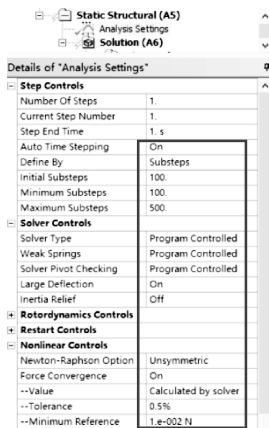

图 2-56 非线性设置
(1) 单击【Static Structural (A5)】。
(2) 非线性设置: 单击【Analysis Settings】→【Details of “Analysis Settings”】→【Step Controls】→【Auto Time Stepping】= On, 【Define By】= Substeps, 【Initial Substeps】= 100, 【Minimum Substeps】= 100, 【Maximum Substeps】= 500, 【Weak Spring】= Program Controlled, 【Large Deflection】= On; 【Nonlinear Controls】→【Newton-Raphson Option】= Unsymmetric, 【Force Convergence】= On, 其他默认, 如图 2-56 所示。